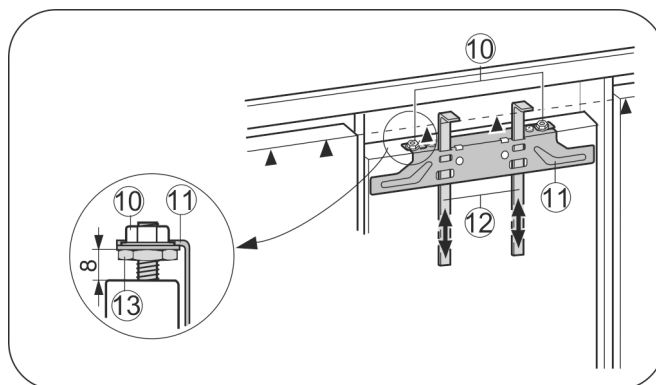

Fig. 17
- ▶ Избутайте помощните детайли Fig. 17 (12) до височината на вратата на шкафа. Долен прилягащ ръб ▲ на помощния детайл = горен ръб на монтираната врата на шкафа.
- ▶ Завийте крепежната траверса Fig. 17 (11) над контрагайките Fig. 17 (10).